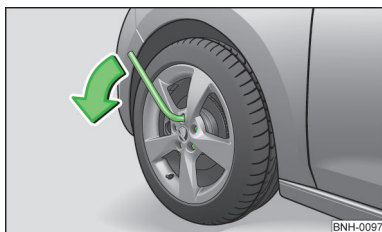

Fig. 112
- Agarrar la llave por el extremo y girar el tornillo aproximadamente **una** vuelta hacia la izquierda » fig. 112.